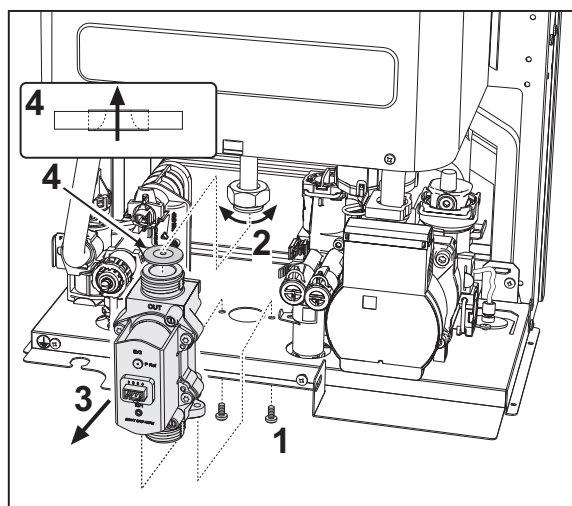

fig. 28- Înlocuirea valvei de gaz
- Diafragma pentru gaz “4” trebuie să respecte direcția indicată în fig. 28.